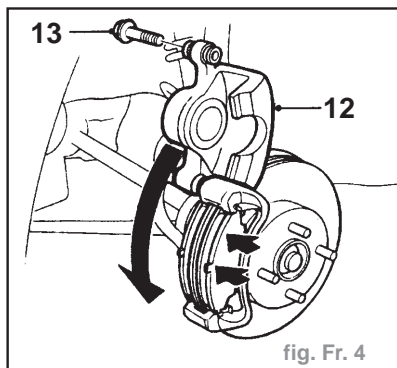

fig. Fr. 4
- Abaisser le boîtier d'étrier (12) sur les plaquettes (fig. Fr. 4).
- S'assurer que les méplats des axes de guidage (13) s'engagent dans les oreilles du boîtier d'étrier. Poser le boulon et le serrer à **2,7 daN.m**.